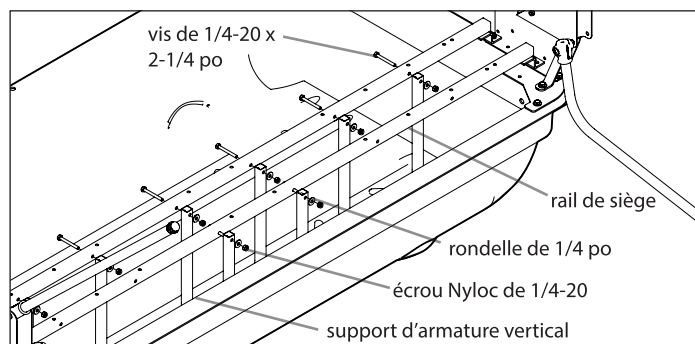

FIGURE 4
7. Attacher les quatre (4) supports d'armature verticaux (11305) en utilisant les trous corrects du rail de siège (14818) indiqués à la Figure 4, avec huit (8) vis de 1/4-20 x 2-1/4 po, seize (16) rondelles de 1/4 po et huit (8) écrous Nyloc de 1/4-20. **VOIR FIGURE 4**